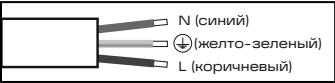

Рис. 1
- 5.14 Выполните электрическое подключение осветительного прибора согласно рис. 1.
- 5.16 Подключите входной кабель питания драйвера к электрической сети согласно рис.1. Для обеспечения герметичности соединения необходимо использовать герметичный коннектор или распределительную коробку со степенью защиты не ниже IP65 (не входит в комплект поставки).